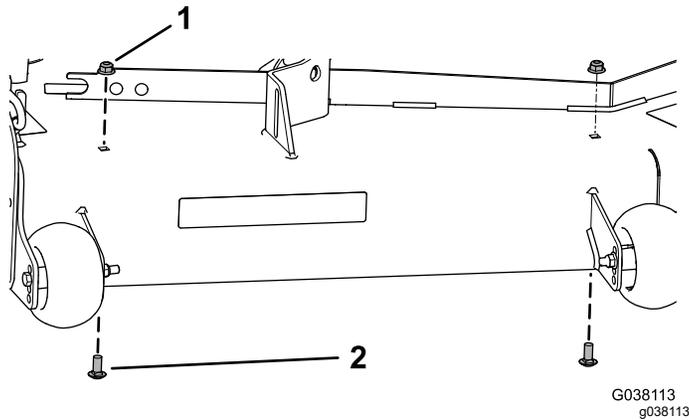

Figure 34
1. Retirez les 2 écrous à embase (3/8") et les 2 boulons de carrosserie (3/8" x 7/8") existants du plateau de coupe (Figure 34).